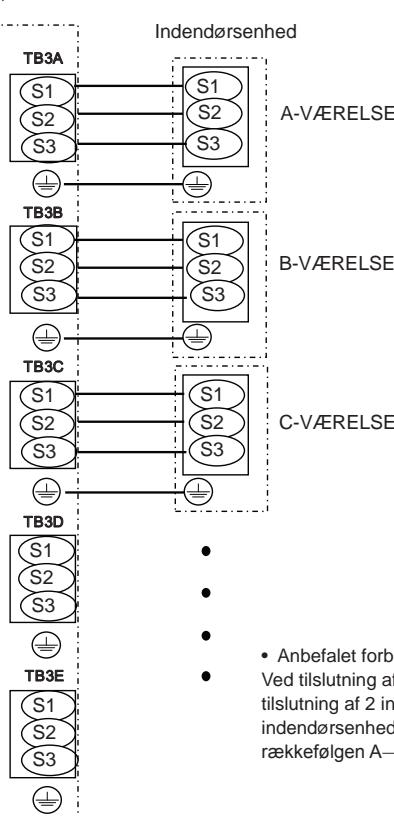

Fig. 8-9
8.2. Procedure for ekstern ledningsføring (Fig. 8-8, Fig 8-9)
⑤ Strømforsyning: Enkeltfase 220/230/240 V 50 Hz, 220 V 60 Hz